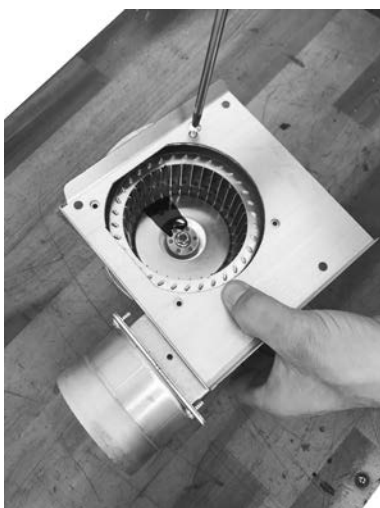

Fig. 44 - Fije la tapa
- Fije la tapa del cárter al ventilador como en **Fig. 44**.